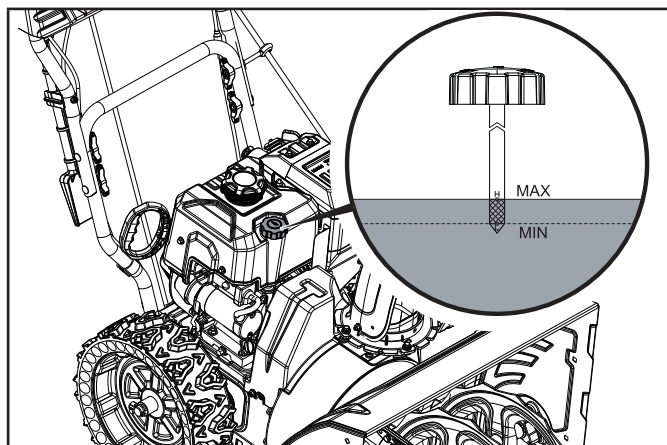

Figure 26
4. Avec le moteur dans une position de niveau, remplissez jusqu'au repère supérieur de la jauge d'huile avec l'huile recommandée (5W-30) (fig. 26).